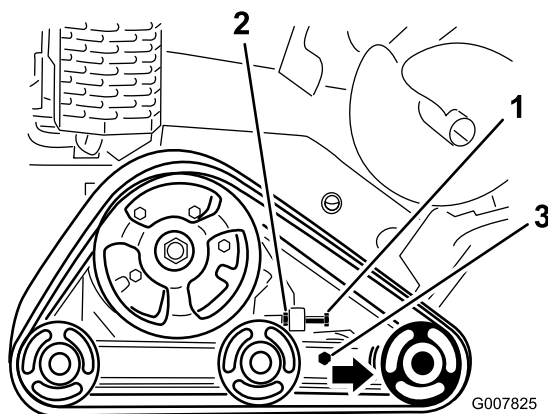

Figura 48
3. Allentate il controdado sul bullone di tensionamento dei cingoli e i bulloni del serrafilto sul braccio di tensione (Figura 48).
4. Serrate il bullone di tensionamento a un valore compreso tra 32,5 e 40 Nm per stringere il cingolo (Figura 48).
4. Allentate il bullone di tensione e il controdado (Figura 48).
5. Allentate i bulloni serrafile (Figura 48).